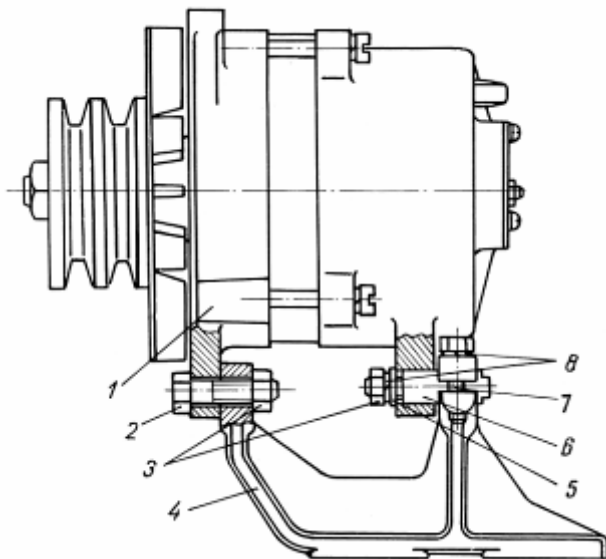

Рис. 77. Крепление генератора на двигателе:
- 1 Вставить палец 6 (рис. 77) в отверстие задней крышки генератора и закрепить гайкой 3 с шайбами 5 и 8.